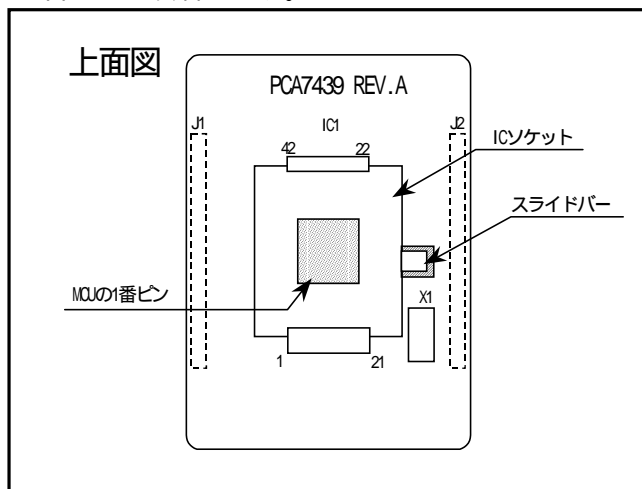

図 4.2 MCU のセット方法
- (1) 図 4.2に示すように、ICソケット中央部のスライドバーをシルクの斜線部分と重なるようにセットします。
- (2) 図 4.2に示すように、PCA7439 上の IC ソケットの1番ピンに、MCU の1番ピンを合わせて装着します。